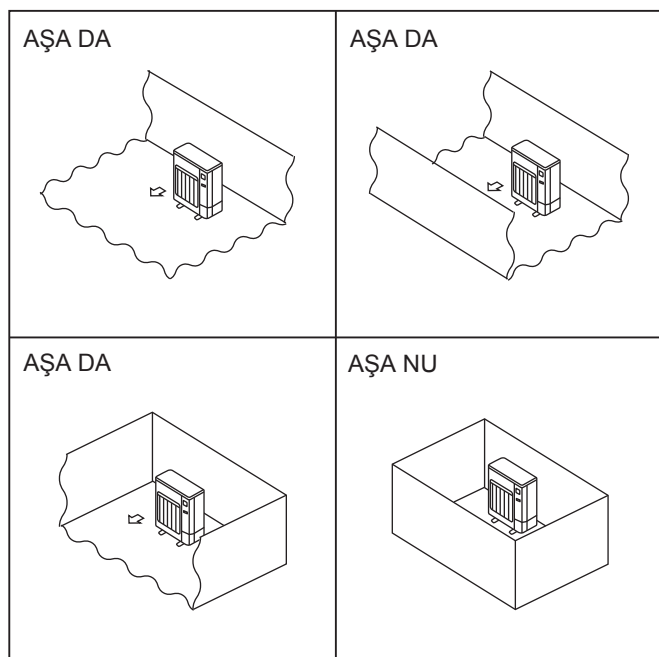

Fig. 2-1
- Ⓢ Instalați unitățile exterioare într-o zonă unde cel puțin una dintre cele patru părți laterale este deschisă și într-un spațiu suficient de mare, fără denivelări. (Fig. 2-1)